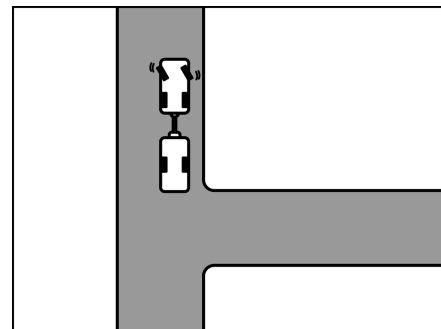

Bild 11 Links einschlagen
- Bei stehendem Gespann nach links einschlagen (Bild 11).